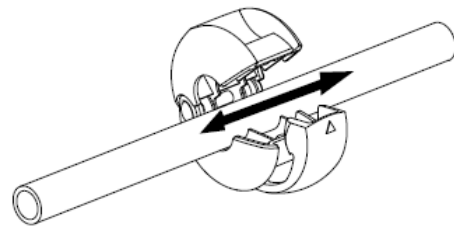

Fig. 5b
- Ajustez librement la position de la butée de blocage le long du tuyau. (voir Fig.5b)